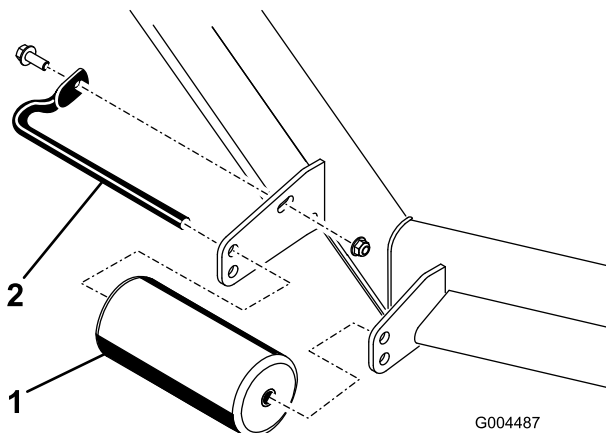

図 10
4. デッキのローラを固定しているボルトナット類を外して、ローラの高さを調整する；使用するデッキのタイプに合わせて 図 10 から 図 14 を参照。